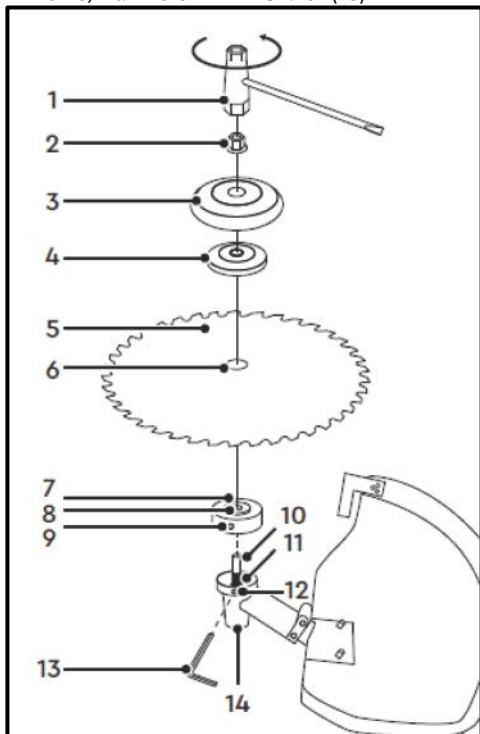

Рис. 26
#### Встановлення ріжучого ножа (Рис. 26):
- Встановіть на шліці (11) шпинделя (10) шліцьову привідну шайбу (7) з посадковою сходинкою.
- Встановіть ріжучий ніж (5) на шліцьову привідну шайбу (7). Посадкова сходинка (8) шліцьової привідної шайби (7) повинна увійти в посадковий отвір (6) ріжучого ножа (5).
- Встановіть на шпиндель (10) притискну шайбу (4), тарілчасту шайбу (3), фіксуючу гайку (2).
- Заблокуйте обертання шпинделя (10) та шліцьової привідної шайби (7), встановивши ключ (13) в отвір (12) нижнього редуктора (14) та в отвір (9) шліцьової привідної шайби (7).
- Затягніть ключем (1) (19 мм) фіксуючу гайку (2), обертаючи її в напрямку стрілки, як показано на Рис. 26, після чого витягніть ключ (13).
#### Зняття ріжучого ножа (Рис. 26):